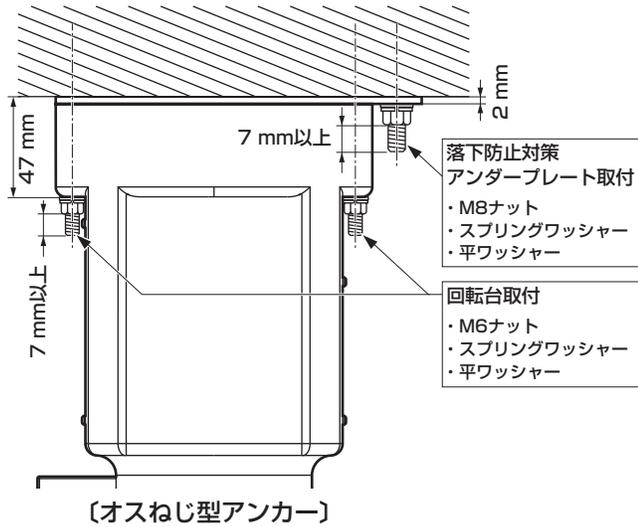

図1
- オスねじ型アンカーに取り付ける場合は、回転台とアンダープレートを取り付けたナットからアンカーボルトが7 mm 以上出ていることを確認してください。(図1)